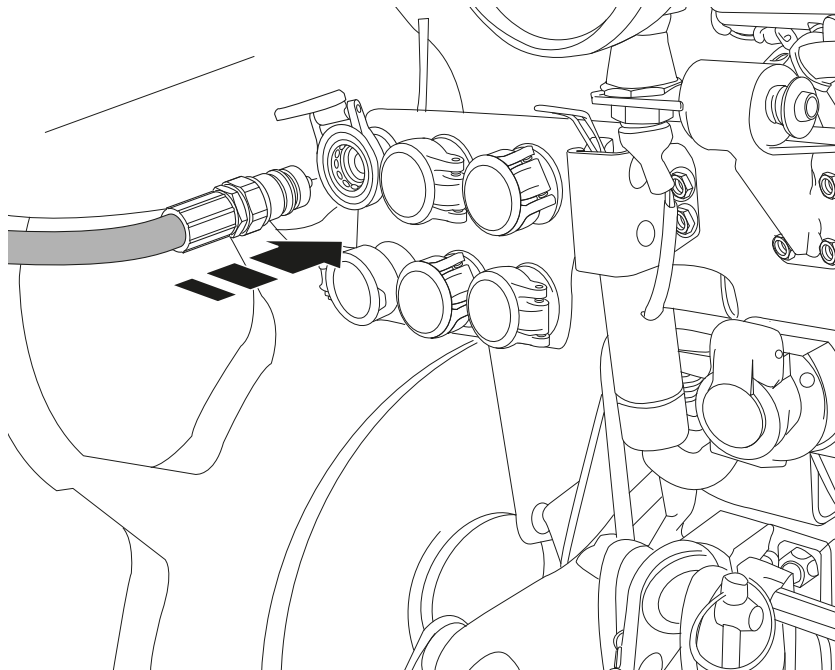

Fig. 7
- **Si la máquina se suministra con desplazamiento lateral de tipo hidráulico (opcional)**, conecte las dos tuberías de la instalación oleodinámica de la **Trituradora** a las conexiones preparadas en el tractor (**Fig. 7**).